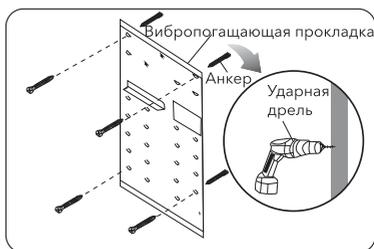

Рис. 3
1. Крепление установочной панели (с учетом среды), см. рис. 3